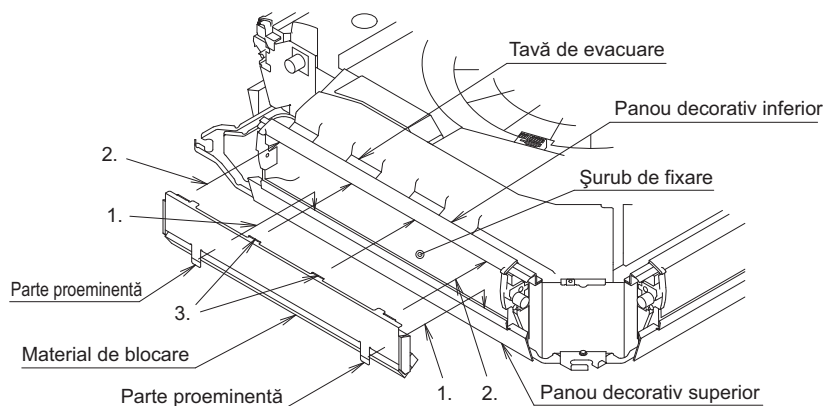

Fig. 12
### (2) Fixați materialul de blocare pe orificiul de evacuare a aerului. (Consultați Fig. 12 și Fig. 13)